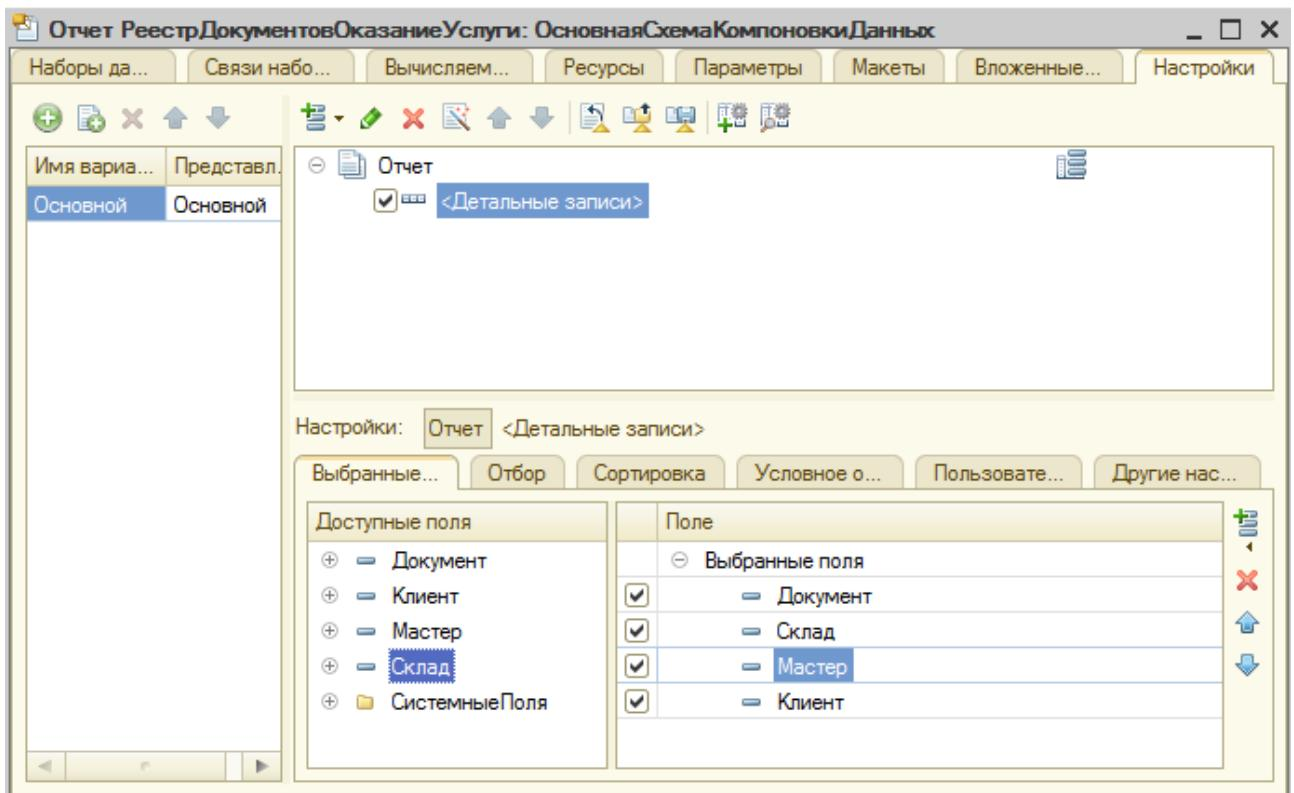

Рисунок 68 Вкладка **Выбранные поля**
9. Настройте отчет: на вкладке **Настройки** добавьте группировку с помощью кнопки **Добавить -> Новая группировка**. Оставьте настройки по умолчанию и нажмите «OK». На вкладке **Выбранные поля** укажите: Документ, Склад, Мастер, Клиент (рис. 68):